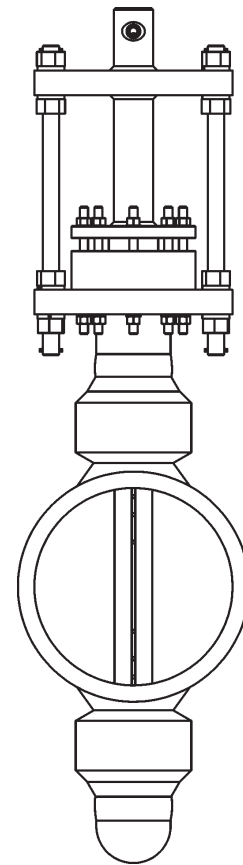

Рис. 3. Main Steam Annubar с опорой с противоположной стороны.
- Конструкция Main Steam Line (рис.3) обеспечивает более высокую устойчивость к давлению, чем фланец ANSI 2500 фунтов (DIN PN400)